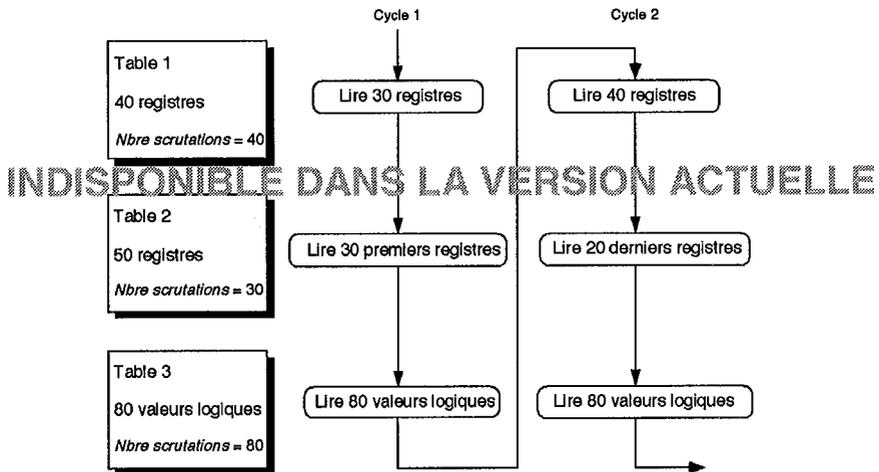

Figure 7.1.2c Séquence d'interrogation (exemple)
La figure 7.1.2c montre deux cycles d'un exemple de séquence d'interrogation. Dans la table 2, le nombre de registres (50) dépasse le nombre maximum de registres (30), il faut donc deux cycles d'interrogation pour la mettre à jour.
La tâche d'interrogation peut insérer un maximum d'une écriture entre des opérations de lecture consécutives. Ainsi dans l'exemple de la figure 7.1.2c, un maximum de trois écritures peuvent être effectuées par cycle d'interrogation.